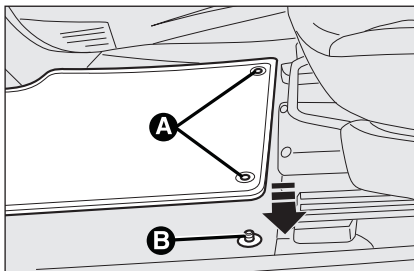

fig. 10
- poziționați covorul astfel încât ochiurile **A**-fig.10 să fie în dreptul sistemelor de etanșare **B** montate pe podea;